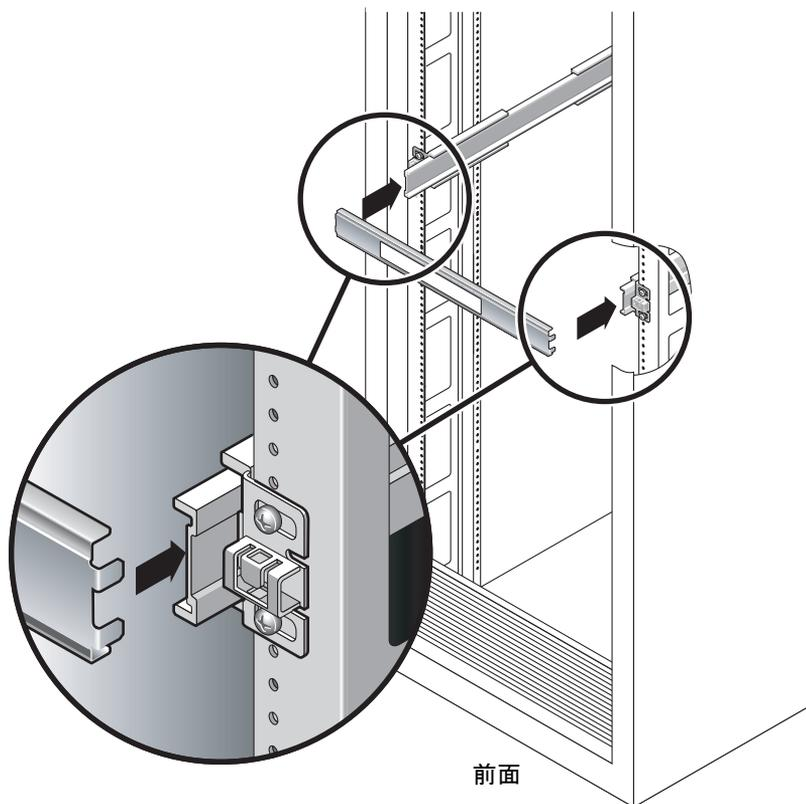

図 2-7 スライドレールの間隔ツールを使用したスライドレール間隔の調整
- a. ラックの背面で、左のスライドレールの中央セクションの端の溝に、間隔ツールの左側を挿入します (図 2-7)。